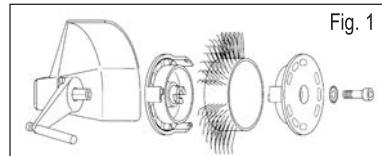
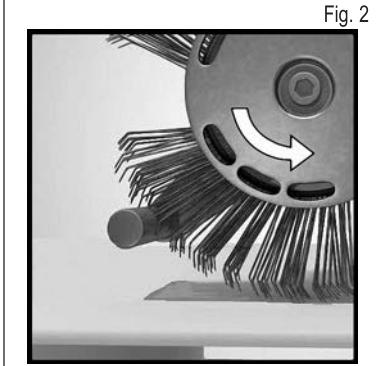

Fig. 1
Fig. 2
1. Afbryd strømforsyningen, og fastgør derefter Bristle Blaster® bånd 23 mm korrekt til værktøjet med holdesystemet (bemærk omløbsretningen) og den dertil indrettede stjernefjederskive og skrue. **Se fig. 1 og fig. 2**
Anvendes et Bristle Blaster® bånd i den forkerte omløbsretning? – Ret børstebåndet ind således, at det forløber i den foreskrevne retning (se kapitel 5, Ibrugtagning, fig. 2).